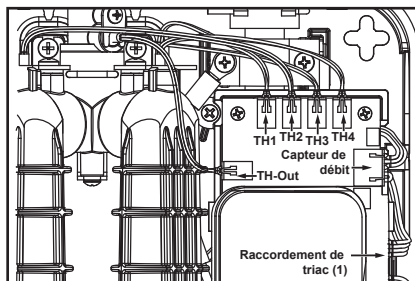

Figure 28 - Emplacement des connecteurs de capteurs sur la carte de commande.
**3** Une fois le capot avant enlevé, prendre le temps de noter ou photographier la façon dont les capteurs et les triacs sont installés et dans quels connecteurs de la carte de commande les faisceaux de câblage sont branchés. Voir Figure 28.
**9** Rebrancher le capteur et le(s) triac(s) à la carte de commande, en veillant à bien brancher les fiches du capteur, des triacs et du faisceau de câbles dans connecteurs appropriés de la carte de commande. Voir Figures 28 et 29 à la page 22.